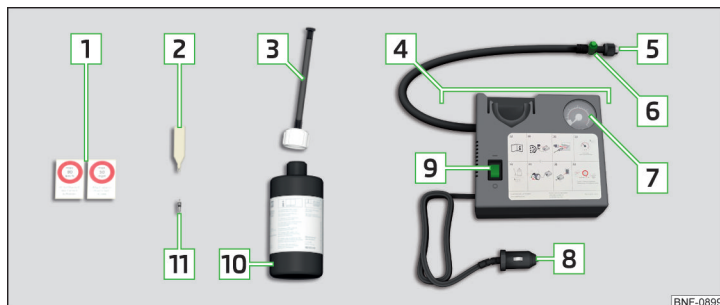

Fig. 342 Descrierea setului de pană
- › Montați cheia de ventile **2** » **fig. 342 la pagina 306** pe ventil, astfel încât ventilul să intre în fanta cheii de ventile.
- Înșurubați bine furtunul de umplere **[7]** » **fig. 342 la pagina 306** pe ventil.